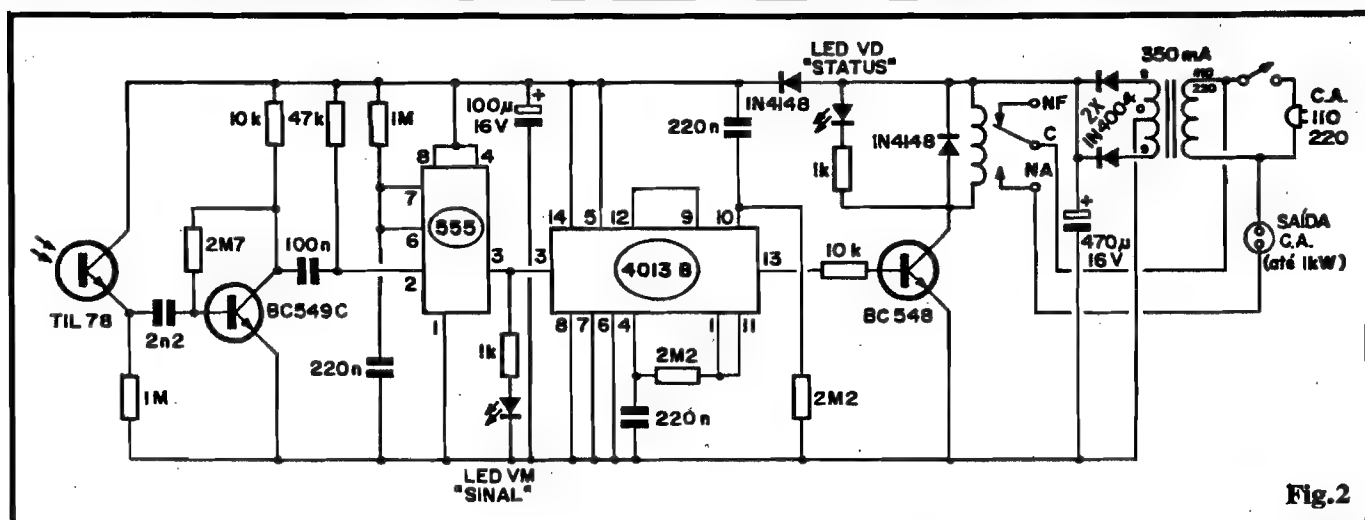

Fig.2
- FIG. 2 - O CIRCUITO (RECEPTOR/SAÍDA DE POTÊNCIA) - Ainda que utilizando técnicas híbridas de circuitagem, embutindo Integrados, transistores e relê, o arranjo não pode ser considerado complexo, mantendo a quantidade geral de componentes relativamente baixa, custo final compatível e sensível "descomplicação" na própria montagem (o que mais interessa ao Hobbysta...). Analisando o circuito, no "sentido convencional" de trânsito dos sinais e controles (da esquerda para a direita...), temos, inicialmente, um foto-transistor (tipo TIL78), polarizado pelo resistor de 1M. O dito foto-sensor deteta os pulsos infra-vermelhos emitidos pelo transmissor do CRIVELD e os "traduz" em (ainda tênues) sinais elétricos, rápidas modificações de Tensão, no seu emissor... Esses sinais são levados pelo capacitor de 2n2 (o baixo valor restringe a sensibilidade do estágio a Frequências outras, que não a de comando...) ao terminal de base de um transistor de alto ganho